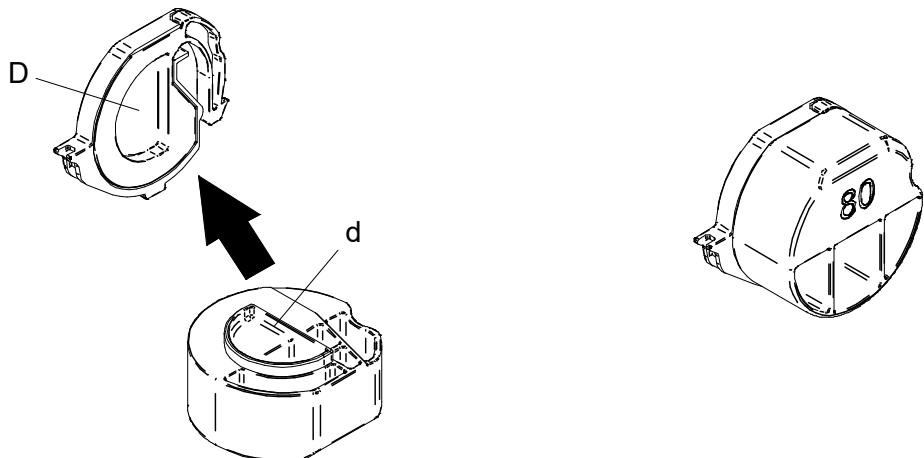

図 13-3 アタッチメント取り付け
- ① プリンタの電源スイッチをオフにしてください。
- ② バッテリパックを外してください。ACアダプタが接続されている場合は、ACアダプタのACプラグをコンセントから抜いてください。
- ③ ペーパカバーオープンボタンを押してペーパカバーを開けてください。
- ④ 図 13-3のように、パーテーションプレートのD部にアタッチメント80のd部を組み合わせてください。